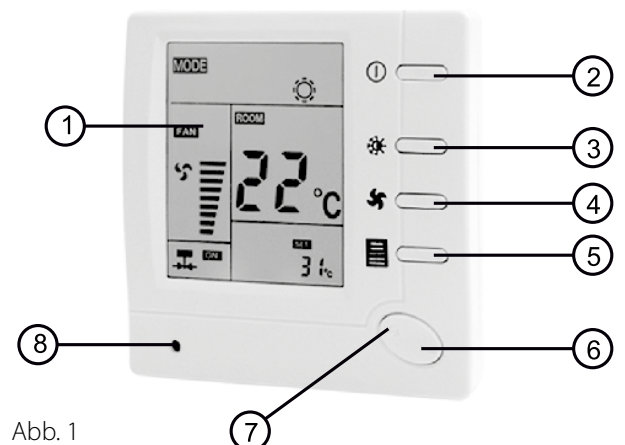
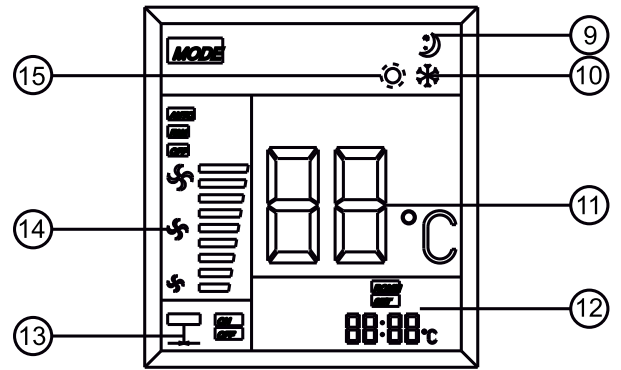

Abb. 1
Abb. 2
**Display** (Abb.2):
- zeigt an, dass der Temperaturregler im Nachtbetrieb läuft (9)
- zeigt an, dass der Temperaturregler im Kühlbetrieb läuft (10)
- zeigt die Raumtemperatur oder die Sollwerttemperatur (11)
- zeigt die eingestellte Temperatur oder Raumtemperatur (12)
- zeigt an, ob die Klappe mit einem Antrieb ein- oder ausgeschaltet ist (13)
- zeigt die Auswahl der Ventilatorlüftungsstufe (14)
- zeigt an, dass der Temperaturregler im Heizbetrieb läuft (15)
Schalten Sie den Temperaturregler durch Drücken der Power-Taste (2) ein. Drücken Sie die Taste der Auswahl der Lüftungsstufe. Auf dem Display erscheint eines der Zeichen (14 in Abb. 2) oder AUTO. Dies bedeutet, dass sich der Ventilator mit der Lüftungsstufe HI (hoch), MED (mittel) und LOW (niedrig) oder AUTO (automatische Betriebsart) dreht. Wenn AUTO-Betriebsart ausgewählt ist, ändert sich die Lüftungsstufe in Abhängigkeit von der Differenz zwischen der tatsächlichen Raumtemperatur und der eingestellten Temperatur. Wenn die Raumtemperatur beim Abkühlen mehr als 3 Grad über der eingestellten Temperatur oder beim Heizen mehr als 3 Grad unter der eingestellten Temperatur liegt, läuft der Ventilator in der höchsten Lüftungsstufe. Wenn die Raumtemperatur während des Abkühlens um 2-3 Grad höher als die eingestellte Temperatur und während des Heizens um 2-3 Grad niedriger als die eingestellte Temperatur ist, läuft der Ventilator in der mittleren Lüftungsstufe. Wenn die Raumtemperatur während des Abkühlens um 0-1 Grad höher als die eingestellte Temperatur und während des Heizens um 0-2 Grad niedriger als die eingestellte Temperatur ist, läuft der Ventilator in der niedrigen Lüftungsstufe.
Wählen Sie mit der Betriebsauswahl-taste den Heizbetrieb (15 in Abb. 2). Drücken Sie "+", um den Wert der eingestellten Temperatur zu erhöhen. Wenn die Raumtemperatur niedriger als die eingestellte Temperatur ist, aktiviert sich das Heizungssystem. Drücken Sie "-", um den Wert der eingestellten Temperatur zu verringern. Wenn die Raumtemperatur als die eingestellte Temperatur ist, stoppt sich das Heizungssystem.
Wählen Sie mit der Betriebsauswahl-taste den Kühlbetrieb (10 in Abb. 2). Drücken Sie "-", um den Wert der eingestellten Temperatur zu verringern. Wenn die Raumtemperatur höher als die eingestellte Temperatur ist, aktiviert sich das Kühlsystem. Drücken Sie "+", um den Wert der eingestellten Temperatur zu erhöhen. Wenn die Raumtemperatur niedriger als die eingestellte Temperatur ist, stoppt sich das Kühlsystem.
Drücken Sie die Auswahl-taste für den Nachtbetrieb (5 in Abb. 1). Das Symbol für den Nachtbetrieb (9 in Abb. 2) wird angezeigt. Dieser Betrieb wird während 8 Stunden aktiv und der Temperaturregler wird das Heizen oder Kühlen gemäß dem Schema (siehe unten) kontrollieren. Drücken Sie die Nachtbetriebstaste erneut. Das entsprechende Symbol verschwindet. Dies bedeutet, dass der Nachsbetrieb abgebrochen wird.
Durch Einstellen der Steuerbetriebsarten können Sie bestimmte Parameter des Temperaturreglers für den automatischen Betrieb entsprechend Ihren Anforderungen einstellen. Schalten Sie den Temperaturregler aus, drücken Sie die Power-Taste und halten Sie dann die Auswahl-taste für den Nachtbetrieb (5, Abb. 1) mindestens 4 Sekunden lang gedrückt, bis sich das Display einschaltet. Dies bedeutet, dass Sie den erste Menüpunkt der Einstellung der Steuerungsbetriebsarten eingegangen sind. Es gibt 4 solche Menüpunkte, die auf dem Bildschirm angezeigt werden. Die Auswahl des entsprechenden Menüpunktes erfolgt durch Drücken der Taste (5). Drücken Sie an jedem Punkt die Taste "+" oder "-", um die Einstellungen zu ändern. Um das Menü zu verlassen und zum normalen Betrieb zurückzukehren, schalten Sie den Temperaturregler durch Drücken der Power-Taste aus und schalten Sie ihn wieder ein.